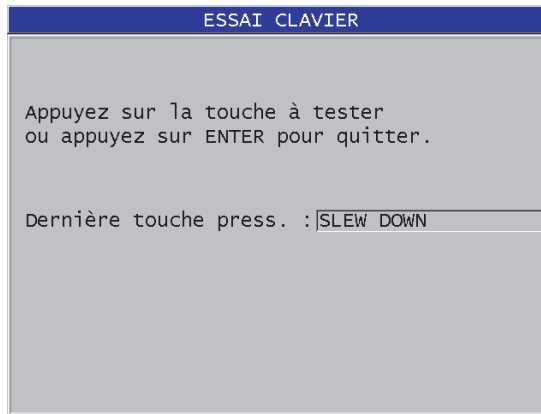

Figure 15-2 Écran ESSAI CLAVIER
4. Une fois qu'**ESSAI CLAVIER** est sélectionné, faites ce qui suit dans l'écran **ESSAI CLAVIER** (Figure 15-2 à la page 308) :